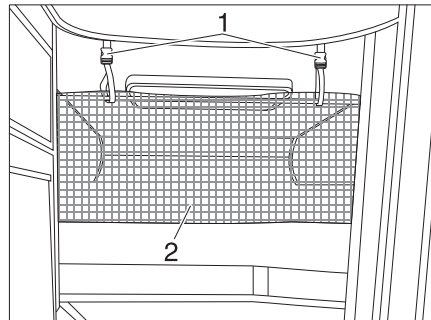

Bild 170 Sicherungsnetz
Das Sicherungsnetz (Bild 170,2) ist serienmäßig zwischen Matratze und Lattenrost verstaut. Das Sicherungsnetz erst aufspannen, wenn sich die Person bereits im Bett befindet.
- Die Haltebänder (Bild 170,1) in die Halterungen an der Decke einrasten.